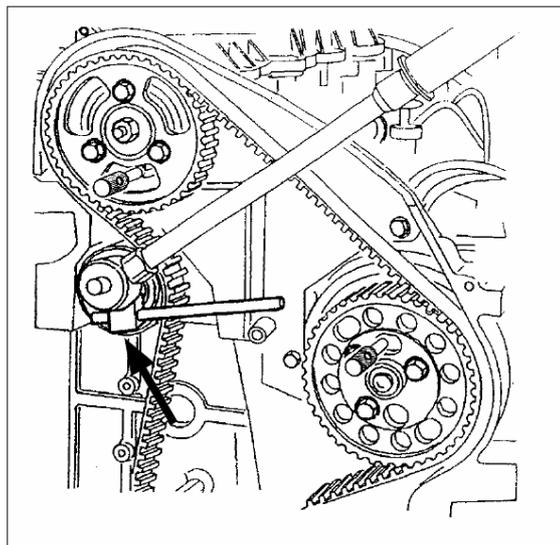

Fig. 2
- Cet outil est nécessaire pour tourner le tendeur et le maintenir en place pendant le serrage du boulon central (23 Nm)(Fig. 2).